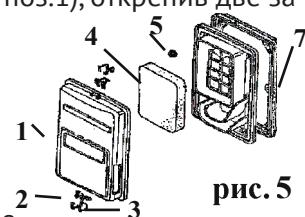

рис. 5
- снимите крышку воздушного фильтра (рис.5 поз.1), открепив две защёлки (рис.5 поз.3);
- извлеките и осмотрите воздушный фильтр (рис.5 поз.4);